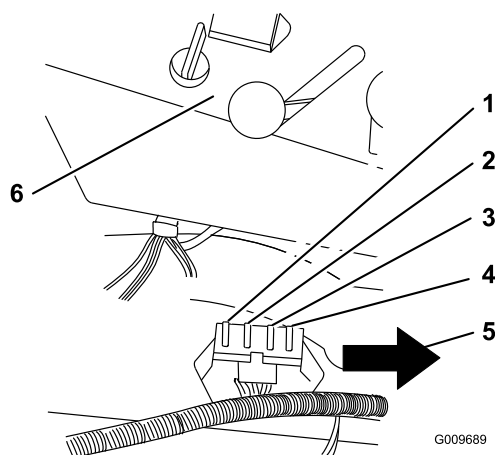

Figure 44
- Soulevez le siège pour accéder au porte-fusibles (Figure 44).
- Remplacez le fusible (Figure 44).